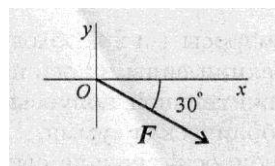

Рис.13
2. Запишите выражения для расчета проекций силы \mathbf{F} на ось Ox и Oy (рис.13)